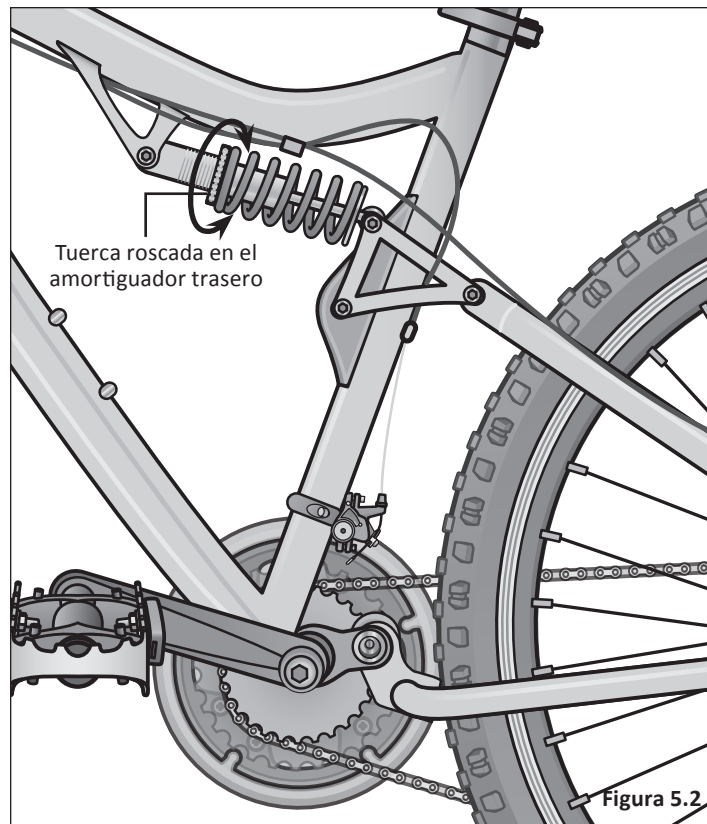

Figura 5.2
- Para bicicletas con 3 platos frontales; evite el "cruce de cadena", que es la posición en que la cadena está en el piñón más pequeño de la parte trasera, combinada con el plato interno o más pequeño de la parte delantera, o el piñón más grande en la parte posterior y el plato externo o más grande adelante. Estas posiciones de las marchas ponen la cadena en el ángulo más extremo y pueden provocar un desgaste prematuro en el tren de transmisión. Las bicicletas con 3 platos delanteros tienen suficiente "superposición" de engranajes para que estas marchas no sean necesarias. **Figura 5.2**
Se cambia la cantidad de ondulación de la suspensión trasera aumentando o disminuyendo la capacidad del muelle del amortiguador trasero. El cuerpo del amortiguador trasero es roscado y notará que hay una tuerca en un extremo del muelle. Girar la tuerca en la dirección en que se comprime el muelle aumentará la capacidad del mismo y reducirá la cantidad de ondulación. Girar la tuerca en la dirección que expande el muelle disminuirá la capacidad del mismo y aumentará la cantidad de ondulación. Nunca gire la tuerca hasta el punto donde haya un espacio entre ella y el muelle; esto puede causar daños al amortiguador. **Figura 5.2**